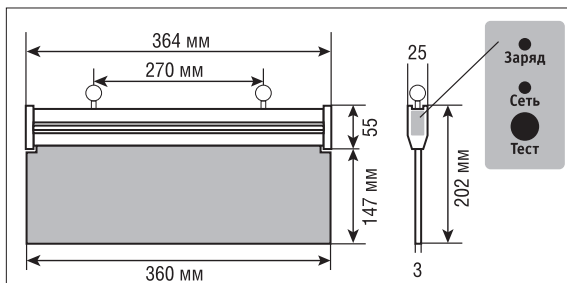

Рисунок 1.
- Установите два подвеса по месту установки светильника на расстоянии 270 мм (Рис. 1).
При подаче напряжения на светильник загорится зеленый индикатор «Сеть» (рис. 1) и красный индикатор заряда аккумулятора «Заряд». Когда аккумулятор будет заряжен, индикатор «Заряд» погаснет. Время полной зарядки аккумулятора составляет 24 часа. Проверьте работоспособность светильника в аварийном режиме, он должен быть подключен в сеть электропитания на время не менее 3 минут. Зажмите кнопку «Тест», светильник переключится в режим работы от аккумулятора и продолжит работать, при этом все индикаторы погаснут. Если при нажатии на кнопку «Тест» светильник гаснет, это может свидетельствовать о его неисправности*. Эксплуатировать неисправный светильник не рекомендуется.